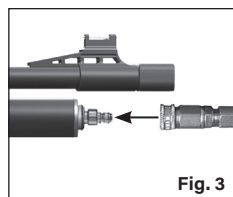

Fig. 3
3. Raccordez le raccord de désaccouplement rapide de l'équipement de remplissage au raccord de remplissage sur l'arme à air comprimé (voir Fig. 3).